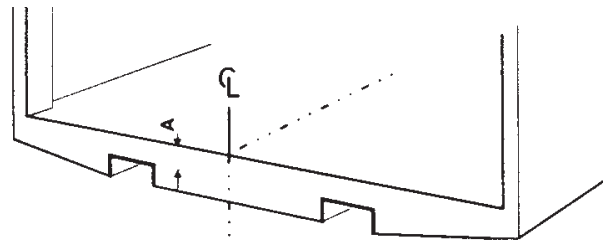

Bild 25. Mät ut och markera mittpunkten på trailerns bakbalk
1. Mät ut och markera mittpunkten på trailerns bakbalk. Se Bild 25.